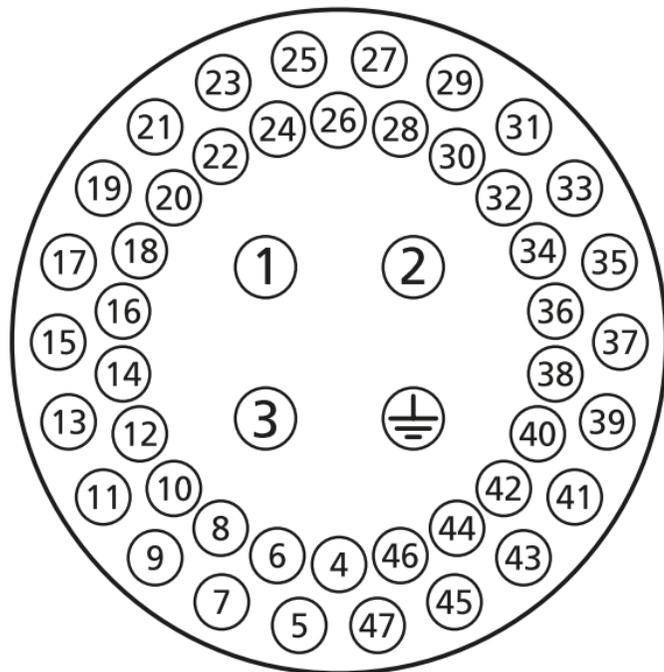

Fig. 5.1.1. Die Nummern der Anschlussklemmen entsprechen den Nummern auf dem Schaltplan des Stellantriebs
**⚠ WARNHINWEIS:** Die Lage der Anschlussklemmen kann der Abbildung 5.1.1 entnommen werden. Bei mit „e“ zertifizierten Ex-Anschlussklemmengeräten müssen die Anschlüsse mit AMP-Ringkabelschuhen ausgeführt werden.